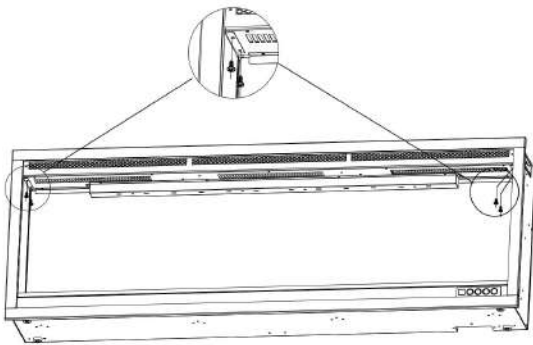

Fig. 2-1
1. Rimuovere quattro viti (due per lato) dai due lati del caminetto. **Fig.2-1**